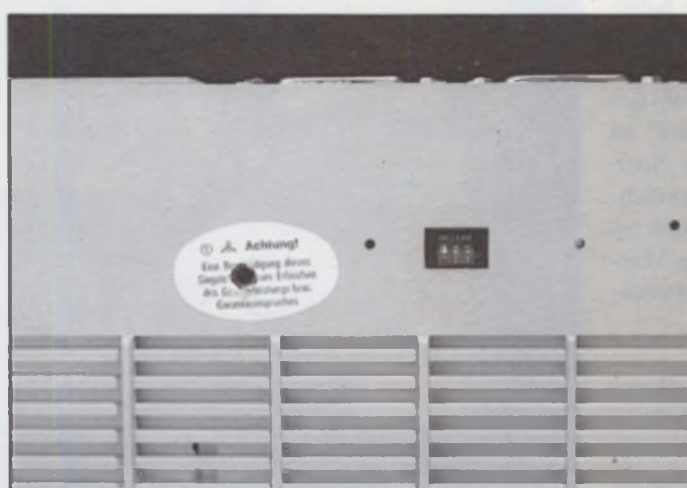
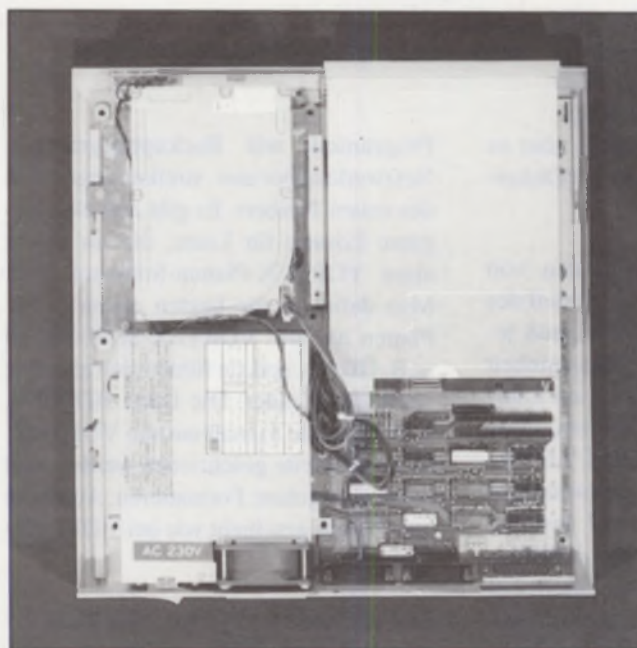

Bild 3: Der DIP-Schalter auf der Rückseite muß auf die zweite Platte eingestellt werden.
Bild 5: Die Platte ist eingebaut, es fehlen nur noch die Kabel.
Bild 3 zeigt das Ergebnis des Umbaus. Die Stromversorgung des alten Lüfters muß noch gekappt werden und das Kabel des neuen Lüfters wird einfach an den Stecker der Lüfterstromversorgung angelötet. Da sich der Stecker leider nicht öffnen läßt, müssen die Kabel des abgeschnittenen Steckers mit den Kabeln des Lüfters verlötet und beide Lötstellen noch mit Isolierband geschützt werden.
2. Man stecke das freie, zweite SCSI-Stromversorgungskabel, welches in der MEGAFILE 44 auf Anschluß wartet, in die Buchse der Seagate-Platte und löse die Verbindung zwischen dem eingebauten SyQuest-Laufwerk SQ555 und dem ATARI-Host-Adapter. Auf Stecker J2 kommt nun das Verbindungskabel zur ST157N und auf den Stecker J3 das Verbindungskabel zur SQ555. Beide Kabel sollten lang (30-40 cm) sein. Die Lage der Steckerleisten J2 und J3 auf dem ATARI-Host-Adapter ist in Bild 3 zu sehen. (J2 und J3 sind parallel angeordnet, und J2 liegt nahe an der SQ555.)
sitzt. Man sollte noch den Vorwiderstand vor der ATARI-LED überbrücken, da ein solcher schon vor der Platten-LED sitzt. Wichtig ist, hier möglichst kurzzeitig zu löten und am besten einen geerdeten LötKolben zu verwenden. In der LED der ST157N sieht man bei genauerem Hinsehen einen kürzeren Anschluß und einen längeren. An das Beinchen, das zu dem kürzeren gehört, wird das rote Kabel gelötet, und an das andere Beinchen das schwarze Anschlußkabel. Das Ergebnis zeigt Bild 5, hier ist schon die ATARI-Kontroll-LED an die Platte gelötet, und der helle Stecker, der auf dieser Abbildung noch zu sehen ist, wird wieder auf den Steckplatz J6 auf dem SCSI-Host-Adapter gesteckt (s. Bild 3).